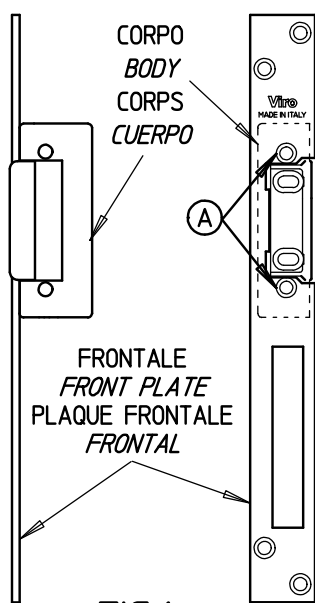
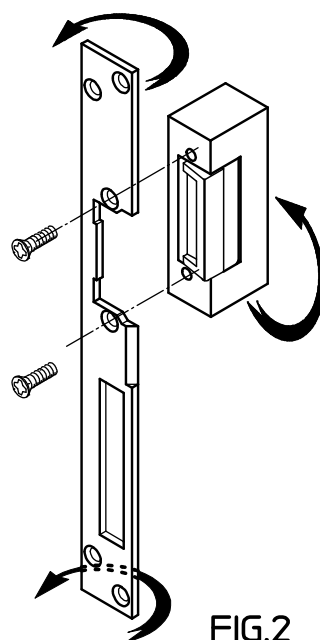

FIG.1
FIG.2
- ① L'articolo 7751.20 viene fornito di fabbrica come in fig.1 . La reversibilità consente di svitare le viti "A" , ruotare il corpo dell'incontro elettrico , ruotare il frontale e riavvitare le viti "A" . Vedi fig. 2 e 3 .
- Ⓕ La référence 7751.20 standard est fournie comme en fig. 1 . Sa réversibilité permet de dévisser les vis "A" , tourner le corps de la gache électrique et sa plaque frontale et de revisser les vis "A" . Voir fig. 2 e 3 .